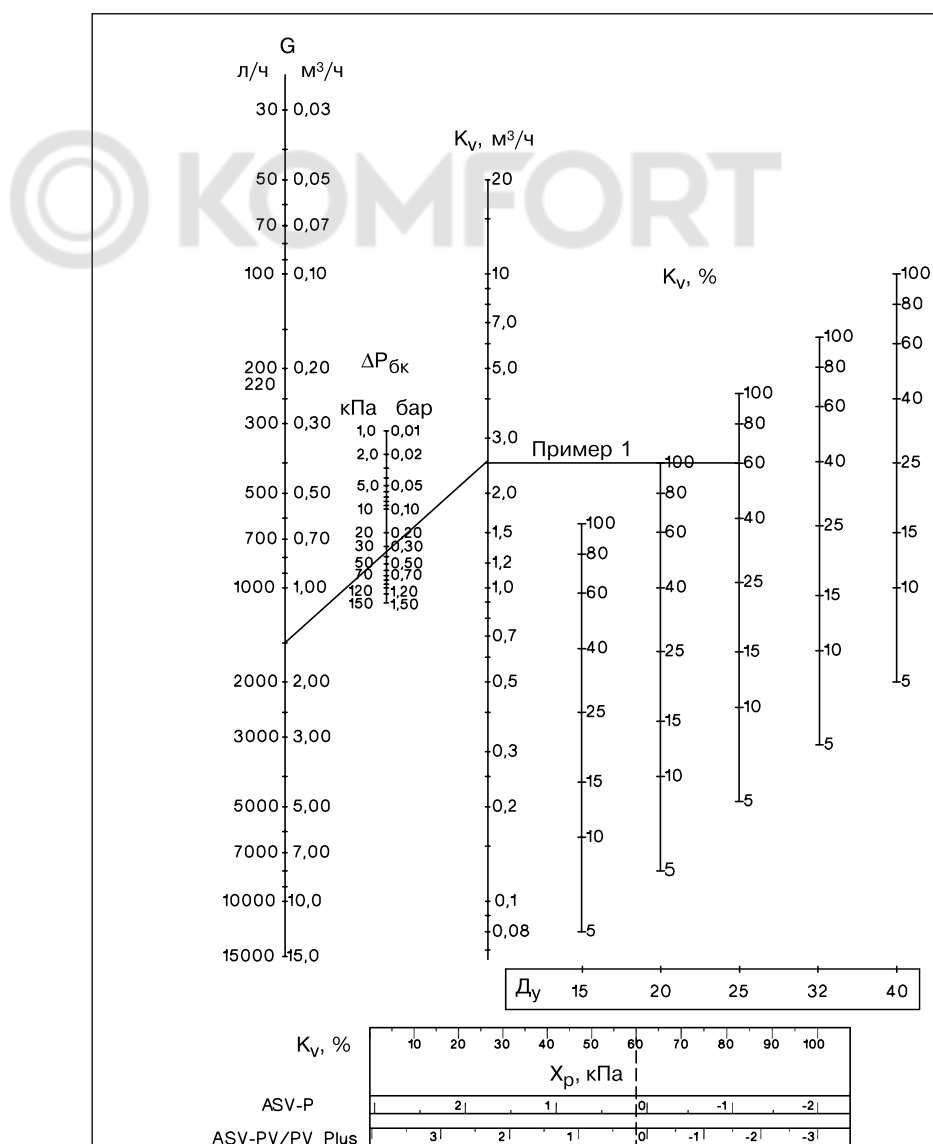

Рис. 12. Диаграмма для выбора диаметра и условий регулирования клапанов ASV-P, ASV-PV и ASV-PV Plus
6. Условия работы клапана определяются по диаграмме (рис. 12), для чего точка $1,5 \text{ м}^3/\text{ч}$ на шкале расхода G соединяется линией с точкой 0,36 бар на шкале потерь давления в балансировочном клапане $\Delta P_{\text{БК}}$. Затем эту линию продлить до шкалы K_V , где читается требуемая пропускная способность клапана ASV-PV, равная $2,5 \text{ м}^3/\text{ч}$. Далее от этого значения K_V проводится горизонтальная линия до пересечения с вертикальной шкалой значений K_V в % для клапана принятого диаметра $D_y = 25 \text{ мм}$, где видна степень его открытия — 60 %. На шкале, внизу диаграммы, напротив величины K_V в %, можно